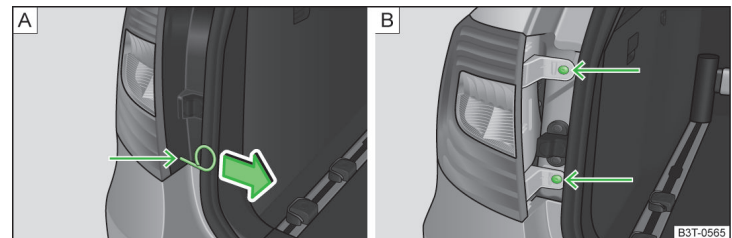

Abb. 206 Ausbauen: Abdeckung/Leuchte
- › Den Bügel zum Abziehen der Radvollblenden » Seite 210, Bordwerkzeug in die Bohrung an der mit dem Pfeil gekennzeichneten Stelle stecken » Abb. 206 - [A].
- › Die Abdeckung in Pfeilrichtung abziehen » Abb. 206 - [A].
- › Die Leuchte mit dem Schlüssel aus dem Bordwerkzeug abschrauben » Abb. 206 - [B].